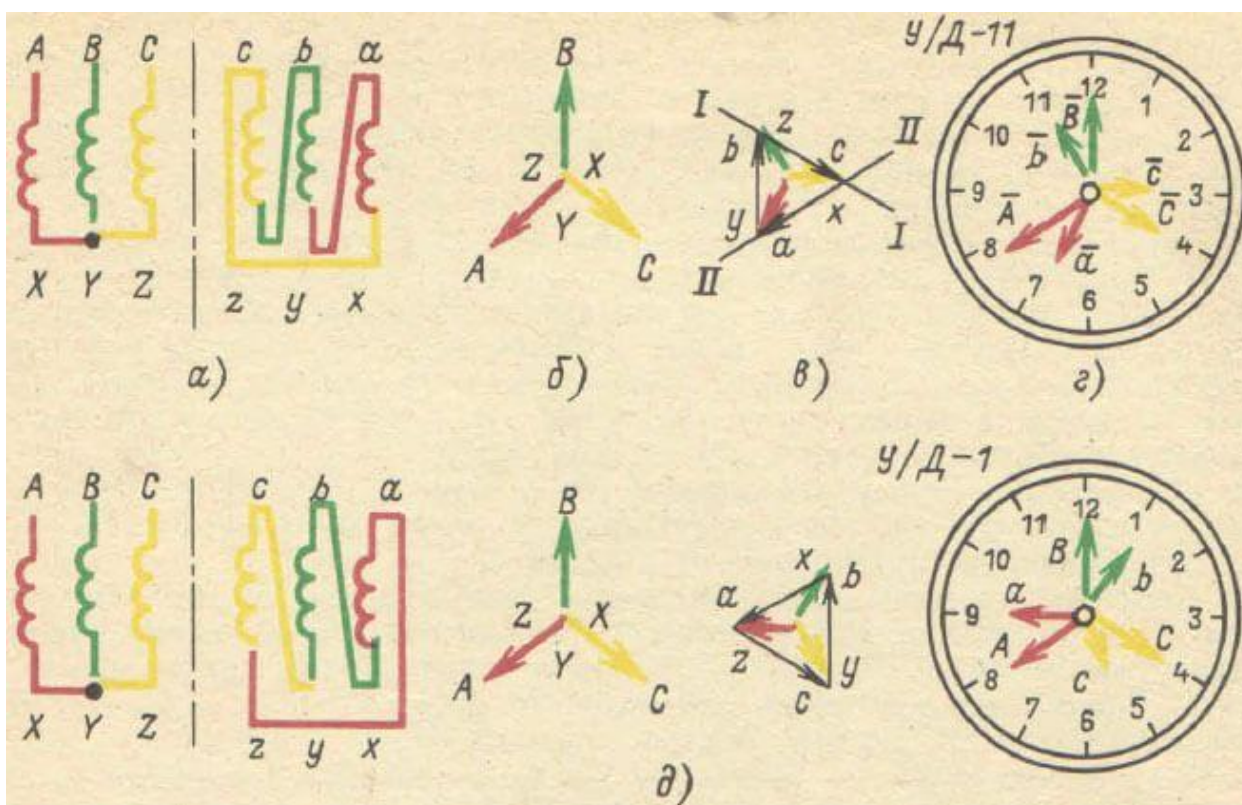

Рисунок 10. Примеры определения группы соединения при включении обмотки НН в треугольник
3. Построим векторные диаграммы для схемы на рисунке 10, а с одинаково намотанными обмотками, если обмотка НН соединена в треугольник. Векторная диаграмма обмотки ВН (рисунок 10, б) имеет такой же вид, как на рисунке 9, б так
как она также определяется **первичной сетью**. Параллельно вектору BY строим вектор by , направляя его в ту же сторону (рисунок 10, *в*). Затем, видя по схеме, что вывод b соединен с выводом z , ставим на векторной диаграмме рядом с буквой b букву z . А так как точка z принадлежит вектору cz , проводим через нее линию $I - I$ параллельно вектору CZ . Затем, видя, что вывод y соединен с выводом a , ставим на векторной диаграмме рядом с буквой y букву a и проводим через нее линию $II - II$, параллельную вектору AX . Точка пересечения линий $I - I$ и $II - II$ образует вершину треугольника, соответствующую соединению между выводами c и x . Остается расставить стрелки у векторов cz и ax .